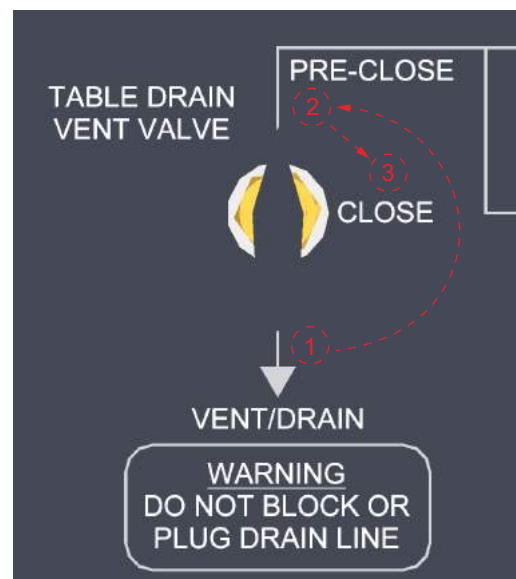

Рисунок 4-2. Порядок закрытия сливного/вентиляционного клапана СТЕНДА
2. Закройте сливной/вентиляционный клапан СТЕНДА (согласно рис. 4-2 и примечанию, приведенному ниже) и ЗАПОРНЫЙ КЛАПАН РЕСИВЕРА.
Для того чтобы закрыть сливной/вентиляционный клапан СТЕНДА из открытого (ВЕНТИЛИРОВАНИЕ/СЛИВ) положения (1), поверните рукоятку клапана сначала в ПРЕДЗАКРЫТОЕ (2), а затем в ЗАКРЫТОЕ ПОЛОЖЕНИЕ (3), как показано на рис. 4-2.
5. Закройте СЛИВНОЙ/ВЕНТИЛЯЦИОННЫЙ КЛАПАН СТЕНДА (в соответствии с п. шаг 2 в разд. 4.2.1 и на рис. 4-2 на стр. 27).